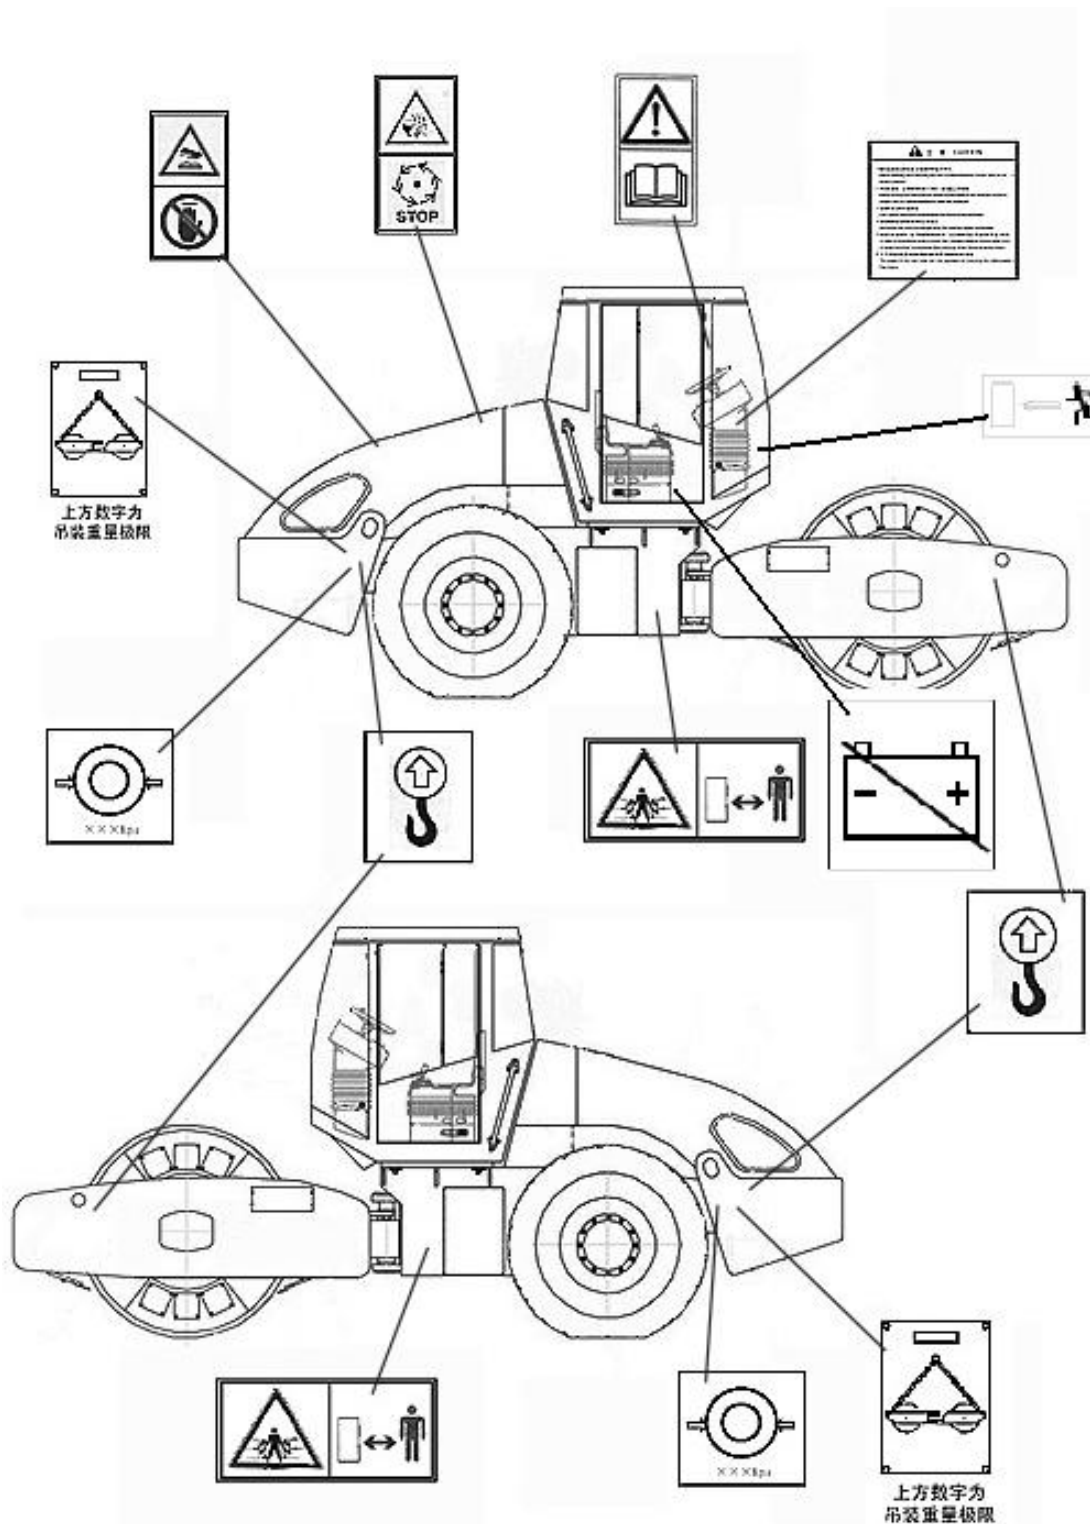

Рис. 2-2
2.2.4.1 Расположение знаков безопасности на машине отражено на Рис. 2-2)